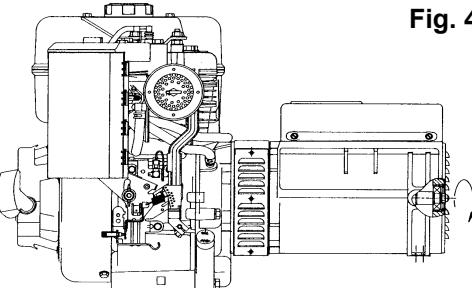

Fig. 4
-) Bloccare il tirante centrale applicando una coppia di serraggio pari a $21\pm7\%$ Nm se si impiegano tiranti N8-5/16 24 UNF, mentre, se si impiegano tiranti M14x1.5, applicare una coppia di serraggio pari a $120\pm7\%$ Nm; rimontare le retine di protezione laterali applicando sulle viti M5 una coppia di serraggio pari a $3.5\pm7\%$ Nm e chiudere la griglia di chiusura posteriore con le viti autofilettanti 3.5x9.5 (fig. 4).
-) Block the central stay rod, applying a tightening torque of $21\pm7\%$ Nm if you are using stay rods of N8-5/16 24 UNF, while, if you are using M14x1.5 stay rods, apply a tightening torque of $120\pm7\%$ Nm; remount the lateral protection nets, applying a tightening torque of $3.5\pm7\%$ Nm on the M5 screws and close the closure grid with self-threading screws 3.5x9.5 (fig. 4).
-) bloquer le tirant central en appliquant un couple de serrage égal à $21\pm7\%$ Nm si on utilise des tirants N8-5/16 24 UNF, alors que si on emploie des tirants M14x1.5, il faut appliquer un couple de serrage égal à $120\pm7\%$ Nm ; remonter les grillages de protection latéraux en appliquant sur les vis M5 un couple de serrage égal à $3.5\pm7\%$ Nm et fermer la grille de clôture postérieure avec les vis auto-taraudeuses 3.5x9.5 (fig. 4).
-) die zentralen Stellschraube mit einem Drehmoment von $21\pm7\%$ Nm blockieren, solfern N8-5/16 24 UNF Schrauben verwendet werden, während bei der Verwendung von M14x1.5 diese mit einem Drehmoment von $120\pm7\%$ Nm anziehen; die seitlichen Schutznetze mit einem Drehmoment von $3.5\pm7\%$ Nm der Schrauben M5 wieder montieren und den hinteren Schutzgrill mit 3.5x9.5 Schrauben schließen (Abb. 4).
-) bloquear el tirante central aplicando una pareja de cierre igual a $21\pm7\%$ Nm si se emplean tirantes N8-5/16 24 UNF, mientras, si se emplean tirantes M14x1.5, aplicar una pareja de cierre igual a $120\pm7\%$ Nm; reensamblar las retinas de protección lateral aplicando sobre los tornillos M5 una pareja de cierre igual a $3.5\pm7\%$ Nm y cerrar la rejilla de cierre posterior con los tornillos autorroscantes 3.5x9.5 (fig. 4).